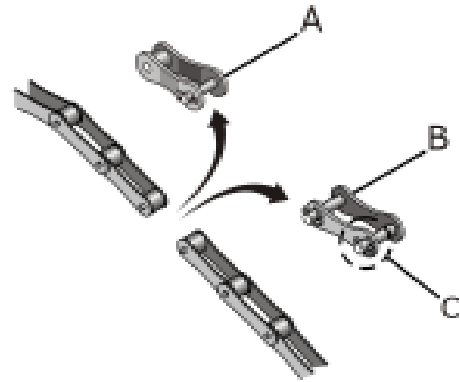

fig. 26
Las cadenas de transmisión, salen de fábrica pre ajustadas de acuerdo con la distancia entre ejes de las ruedas dentadas. Eventualmente, para hacer algún mantenimiento, reparo de enmiendas (B) (fig. 26) o reducciones (A), retire la claveta (C), haciendo el retiro del número de enmiendas, reducciones o eslabones separados.